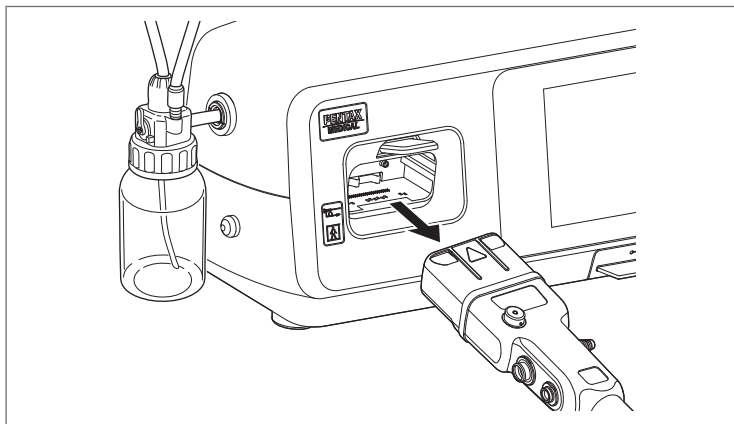

Рис. 5.128
6. Отсоедините коннектор эндоскопа от процессора (рис. 5.128).